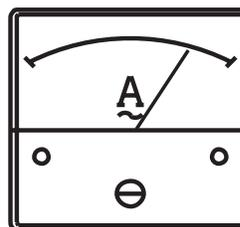

Figure 34. Ampèremètre (charge)
11. Observer l'ampèremètre du générateur (Figure 34) et vérifier qu'il affiche la quantité de courant prévue par rapport à la charge. L'ampèremètre affiche uniquement une lecture actuelle si une charge est en cours d'utilisation.